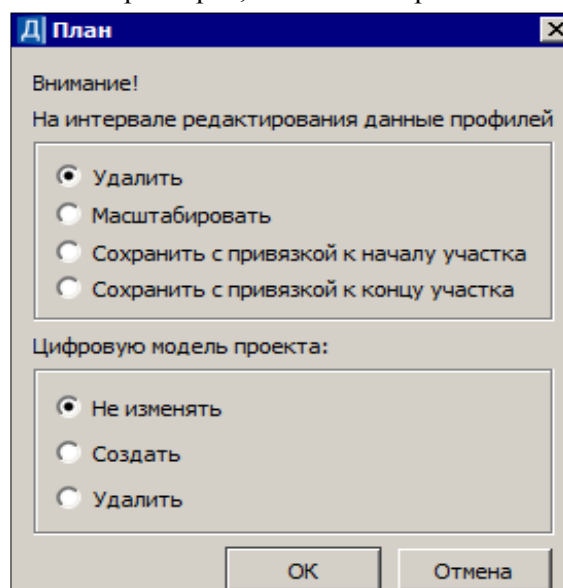

Рис. 4. Возможные действия на участке редактирования трассы АД
- ✓ с цифровой моделью проекта (рис. 4).